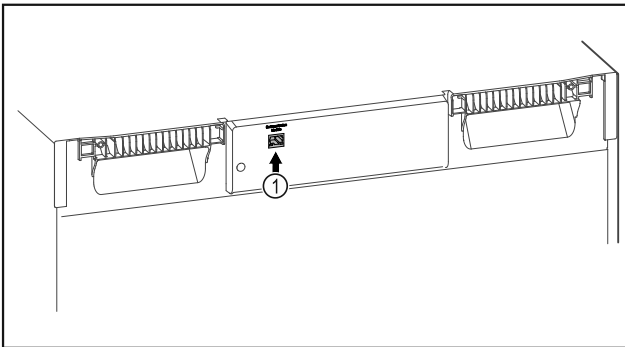

Fig. 105
- SmartModule Fig. 105 (1) on otettu käyttöön.